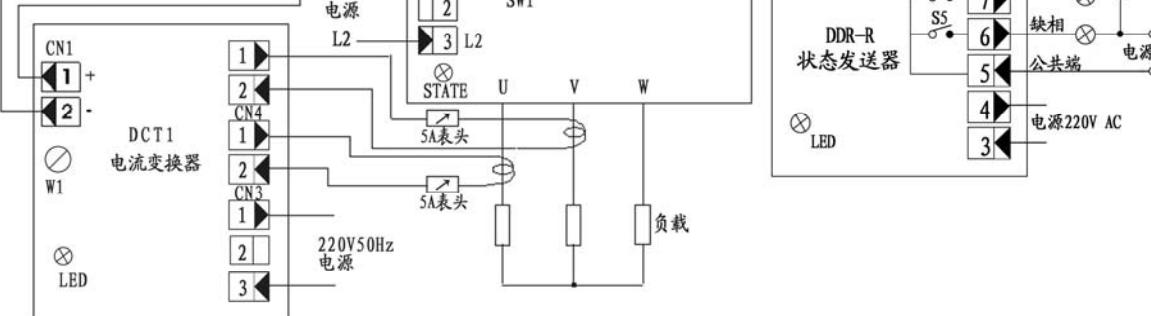

图 2-1-4 星型中心不接地负载自动方式接线图、控制板端子位置图、选件 DCT1、选件 DDR-R 接线图
⑦ CN9 端子为功能选件。若需要调功调压一体化功能或者状态发送功能，都必须带 CN9 端子（订货时声明）。
⑧ 设备调试时可以按照图 2-1-4 接线，调试时图中负载最好用 100 瓦~200 瓦灯泡做为假负载。
⑨ 侧壁接线盒端子图：(图 2-1-4 中 CN8、CN9 端子引至侧壁接线盒，用户使用，需从侧壁接线盒接线)。